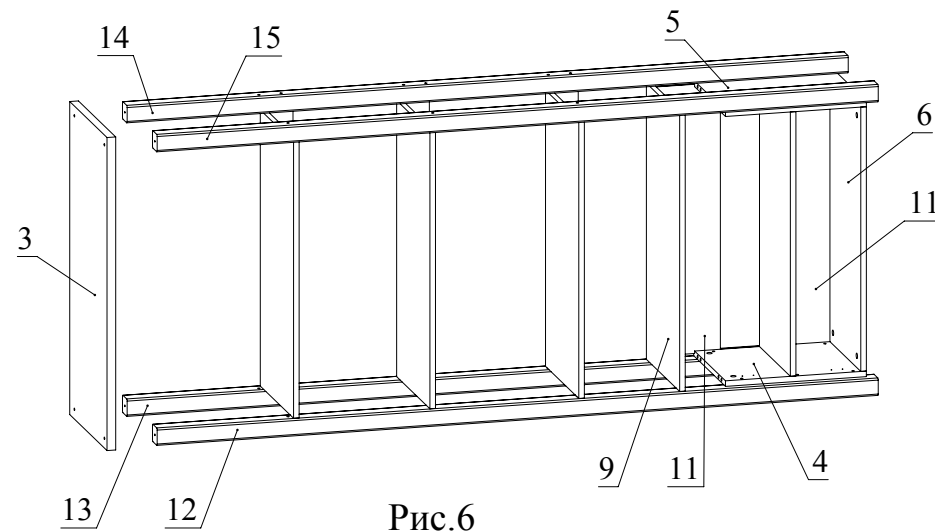

Рис.6
5. Вставить последовательно детали 11 в пазы деталей 4, 5, 6. Затем установить деталь 9 на детали 4, 5 и зафиксировать, повернув конфирматным ключом головки минификсов по часовой стрелке до упора (Рис. 6). Вставить поперечные болты в соответствующие плоскостные отверстия детали 9. Стянуть при помощи винтов М6x90 деталь 9 с деталями 12, 13, 14, 15 (Рис. 6). Соединить при помощи конфирматов 7x50 деталь 3 с деталями 12, 13, 14, 15 (Рис. 6).